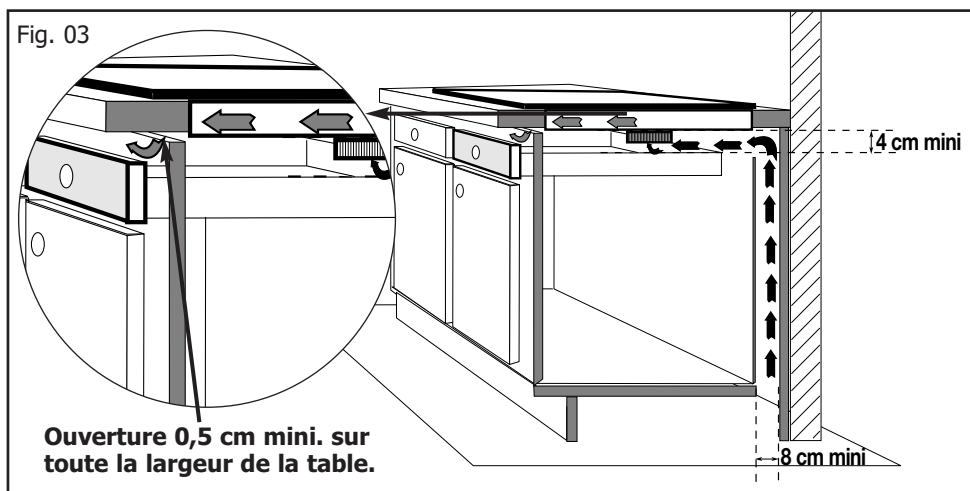

Fig. 03
• Au-dessus d'un meuble vide ou d'un tiroir (Fig. 03).